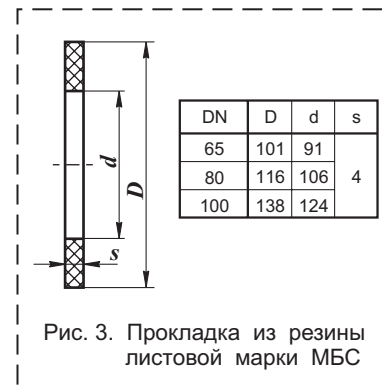
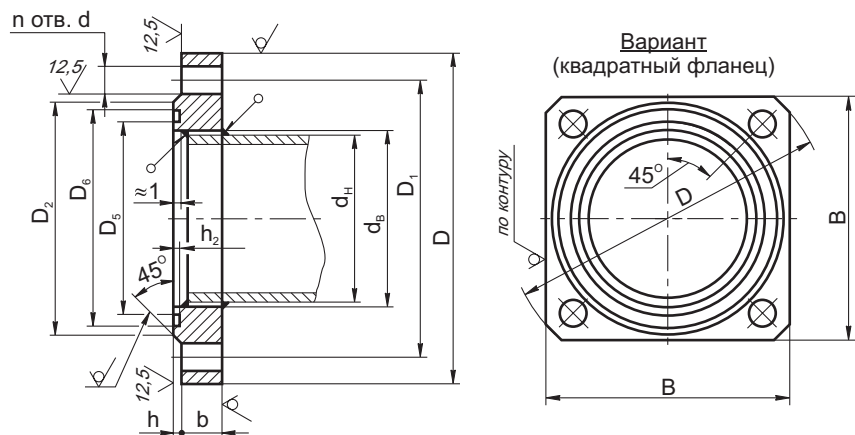

Рис. 3. Прокладка из резины листовой марки МБС
Рис. 4. Фланцы по ГОСТ 33259-2015 (исполнение уплотнительных поверхностей - D)
4.2.7 Монтаж фланцевых соединений выполнить с применением прокладок из резины МБС средней твердости (рис. 3). Ответные фланцы - стальные приварные по ГОСТ 33295-2015 (Рис. 4).